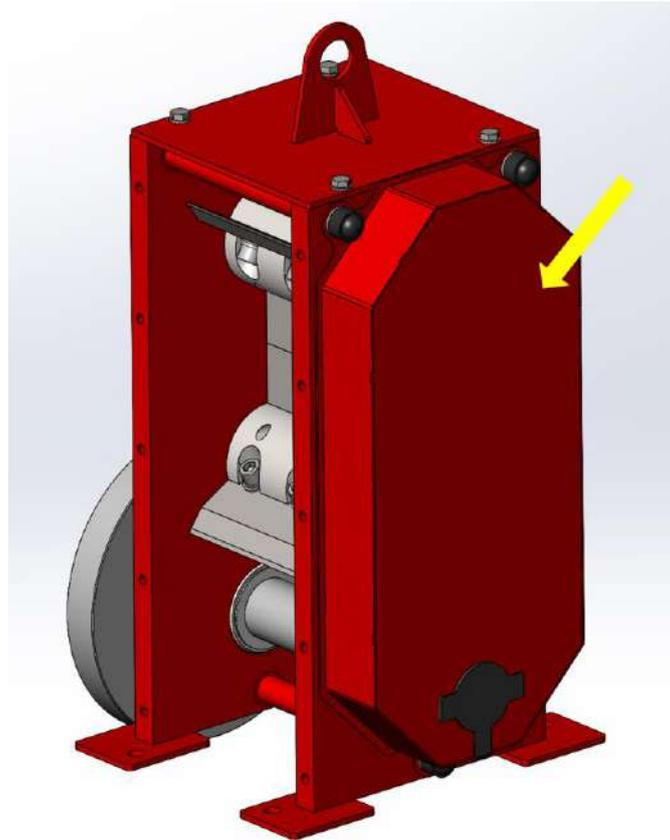

Рисунок 26. Кришка ріжучого модуля
3. Кромки двох протилежних ножів не сходяться в одній площині – один ніж переганяє інший. Це наслідок прокручування вала в конусній зажимній муфті. Прокручування вала можливе при значному перенавантаженні подрібнювача. Потрібно провести регулювання посадки валів на конусних муфтах. Доступ до конусних муфт, відкриється після зняття кришки, яка закриває шестерні (Рис.26).